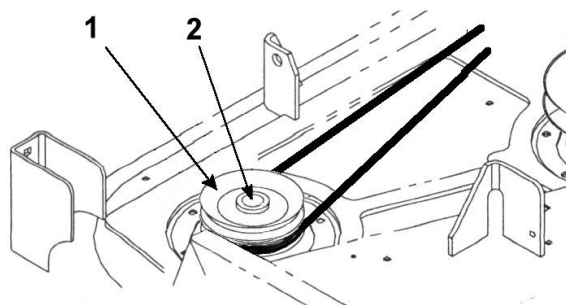

Figure 2
4. Monter la double poulie sur l'axe, et la fixer à l'aide de la rondelle plate et de l'écrou serré à 80 - 100 lb./ft. (109 - 136 N.m) (fig. 2).